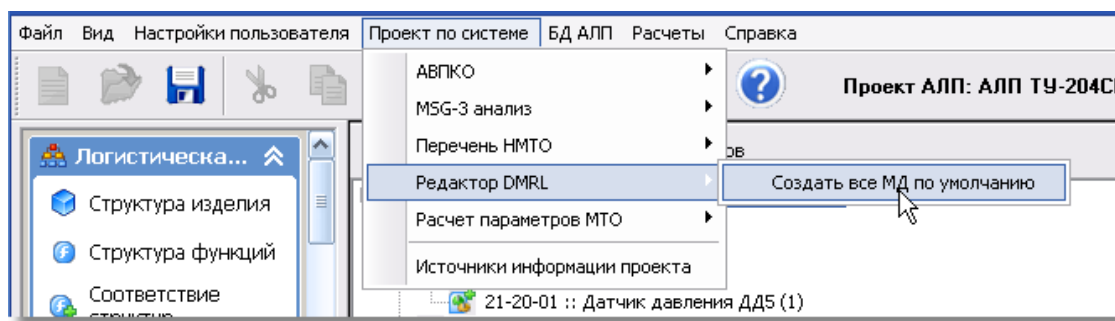

Рис. 10-28
1. В главном меню выберите **Проект по системе** → **Редактор DMRL** → **Создать все МД по умолчанию** (рис. 10-28).